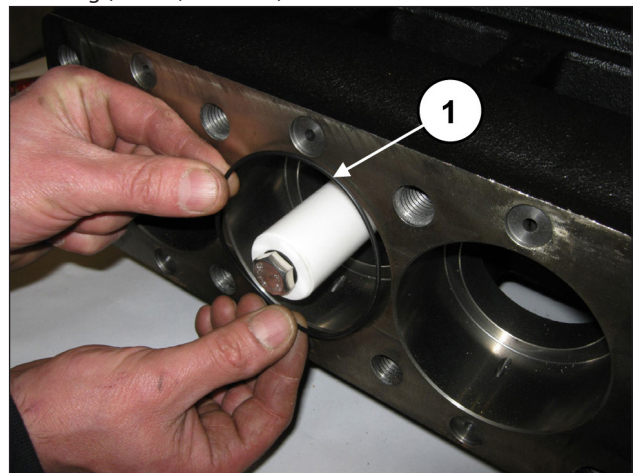
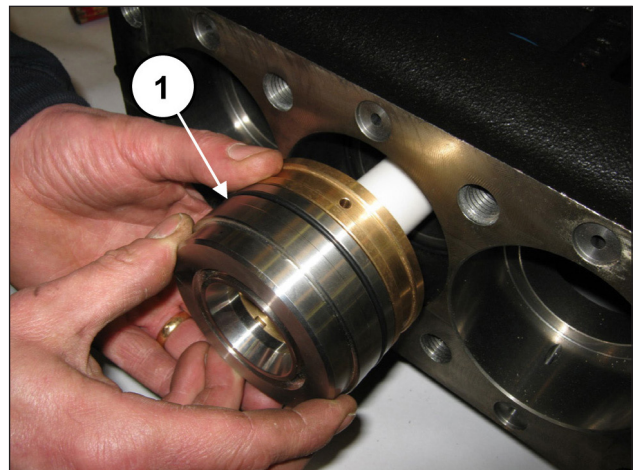

Abb. 184
Abb. 185
Montieren Sie den O-Ring in das Pumpengehäuse (Pos. ①, Abb. 184) und anschließend die vorab zusammengebaute Gruppe Buchse-Dichtungshalter (mitsamt O-Ring) bis auf Anschlag (Pos. ①, Abb. 185).